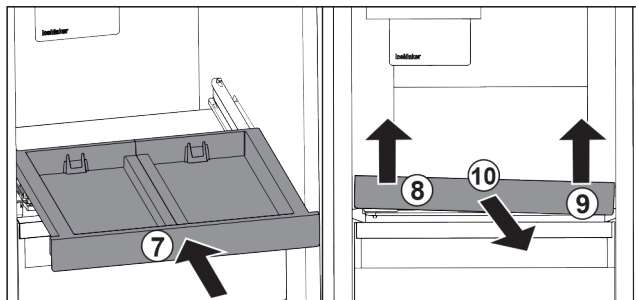

Fig. 91
- ▶ Skyv inn uttrekksplaten. Fig. 91 (7)
- ▶ Løft opp uttrekksplaten på venstre side foran. Fig. 91 (8)
- ▶ Løft opp uttrekksplaten på høyre side foran. Fig. 91 (9)
- ▶ Ta ut uttrekksplaten forover. Fig. 91 (10)